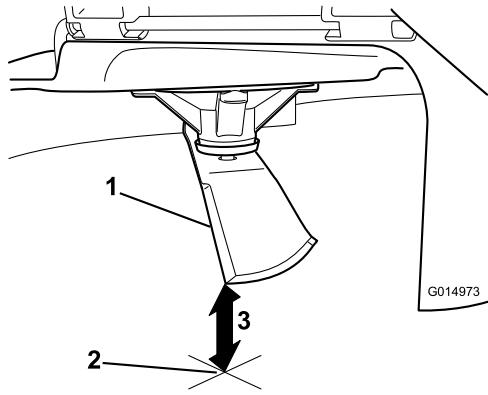

Figure 64
3. Mesurez la distance entre la pointe de la lame et la surface plane (Figure 64).